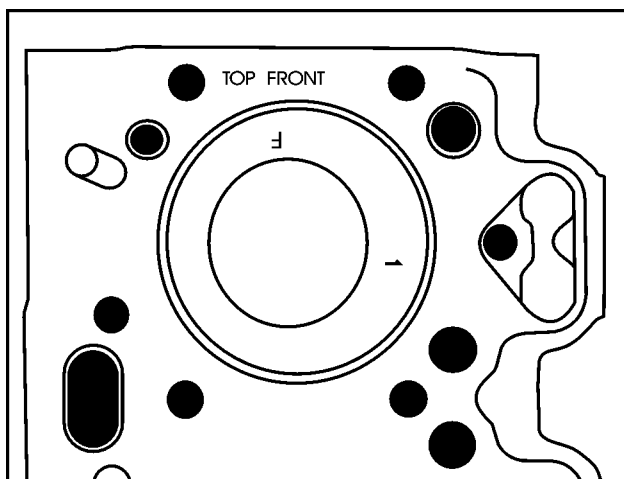

FIG 27
1. Monte uma junta do cabeçote nova. A identificação "TOP FRONT" deverá ficar voltada para cima e para a frente do motor, Fig.27.